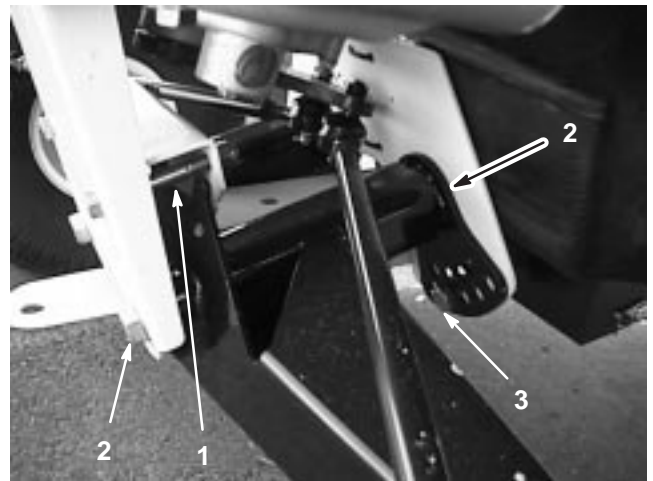

Bild 32
2. Entfernen Sie die Anschlagsschraube (Bild 32).
3. Lockern Sie die Zentrierschrauben im vorderen A-Arm (Bild 32).
4. Entfernen Sie die Fahrhöhe-Einstellschraube (Bild 32).
5. Drehen Sie den vorderen A-Arm in die gewünschte Stellung (siehe die nachstehenden Hinweise) und schrauben die Fahrhöhe-Einstellschraube wieder ein (Bild 32).
7. Setzen Sie die Anschlagschraube (Bild 32) wieder ein.